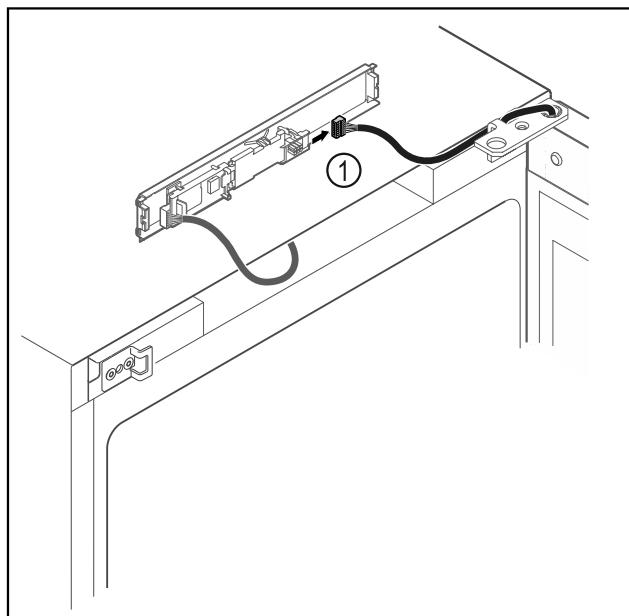

Fig. 10
- Scoateți fișa Fig. 10 (1) de la placa electronică.